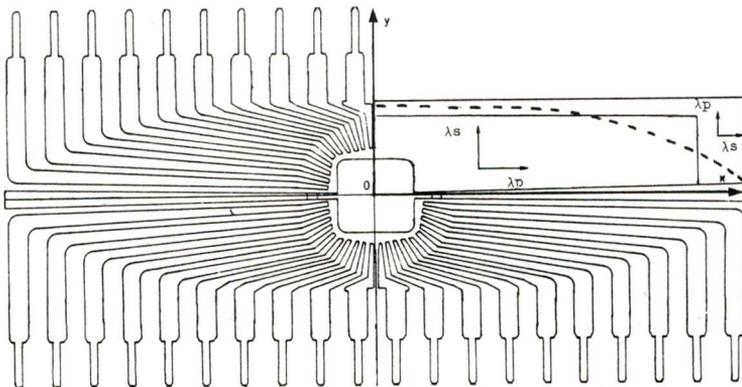

Fig. 4 : Schéma du plan de la grille.
- Le dessin réel d'une grille (fig. 4) montre qu'elle est faite d'une alternance de bandes de métal et